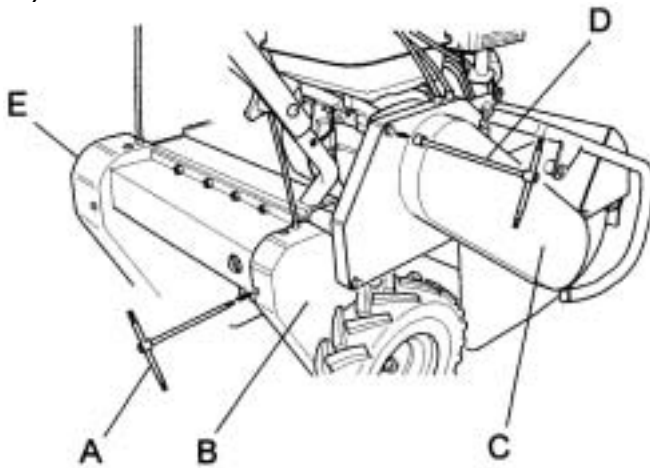

Fig. 6
- Quitar la protección de plástico (fig. 6 ref. B, E), destornillando y quitando los tornillos indicados en la figura 6 ref. A.
- Quitar la protección de plástico (fig. 6 ref. C) quitando los tornillos de fijación con la llave indicada en la figura 6 ref. D.
- Los cárteres de protección de las correas (Fig. 6 ref. B, C, E) y las protecciones de la cuchilla (Fig. 1 ref. E) tienen que estar correctamente instalados e íntegros. Si dichas protecciones están dañadas hay que repararlas antes de que se vuelva a utilizar la máquina.
- Limpiar por dentro el cárter cubre-correa (fig. 6, ref. B, C, E) con un chorro de aire.